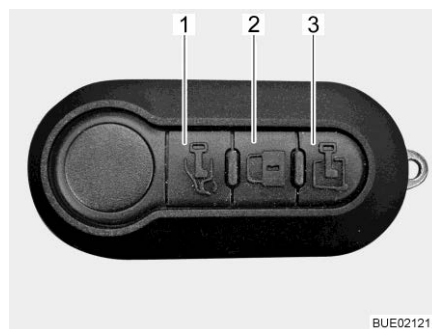

Bild 34 Multifunktionale Fernbedienung (3 Tasten)
- Fahrertür entriegeln: ■ Taste  (Bild 34,1) einmal kurz drücken. Die Fahrertür ist entriegelt.
- Eingangstür entriegeln: ■ Taste  (Bild 34,3) einmal kurz drücken. Die Eingangstür ist entriegelt.
Alle Türen verriegeln: ■ Taste  (Bild 34,2) einmal kurz drücken. Alle Türen sind verriegelt. Wenn beim Verriegeln eine oder mehrere Türen nicht ordnungsgemäß geschlossen sind, blinken die Fahrtrichtungsanzeiger (Blinker) schnell.